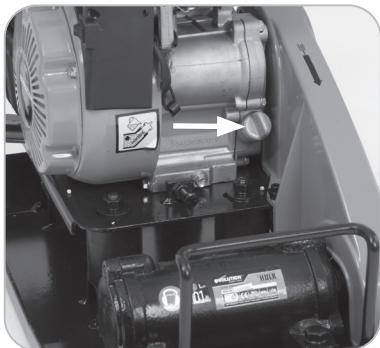

Fig. 13
- Retire el tapón de llenado de aceite. (**Fig. 13**)